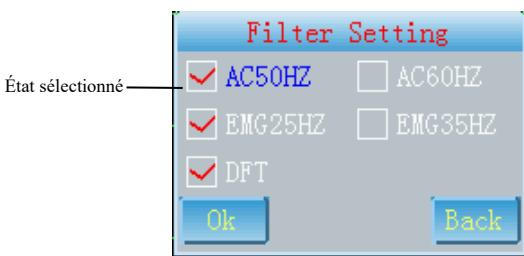

Fig. 7-3
- F** 1. Accéder à l'interface « Filter Setting » (Configuration du filtre) comme illustré dans la Fig.7-3.